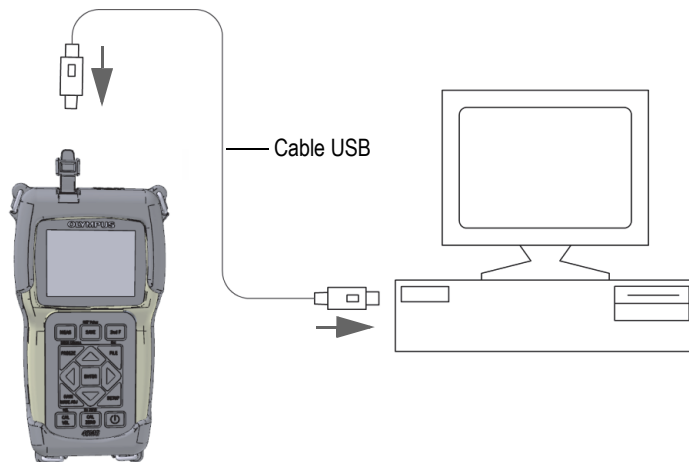

Figura 11-1 Conexión del 45MG a un PC
4. Conecte el extremo del cable USB al conector de recepción en la parte superior del 45MG; después, conecte el otro extremo al puerto USB del PC. Véase la Figura 11-1 en la página 210.